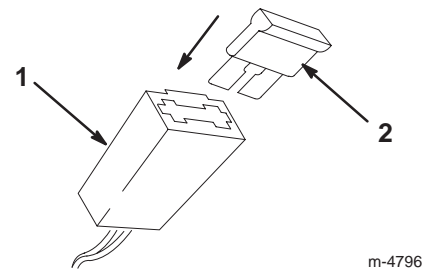

Bild 9
- Bauen Sie die Sicherung in die Sicherungsfassung ein, wie in Bild 9 dargestellt.